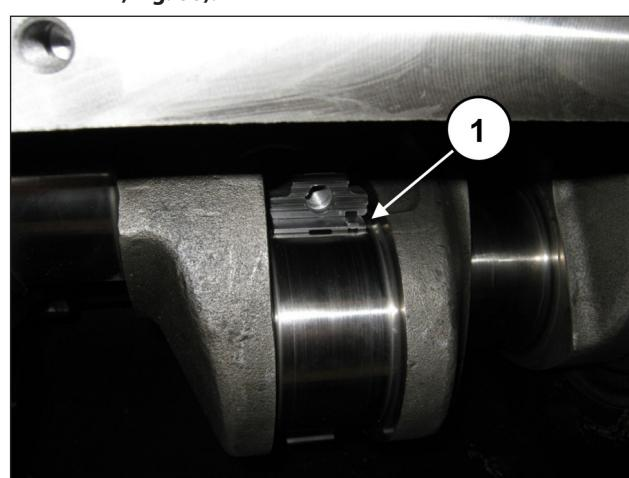

Fig. 65
Insira os semi-rolamentos superiores entre as bielas e o eixo (pos. ①, Fig. 65).